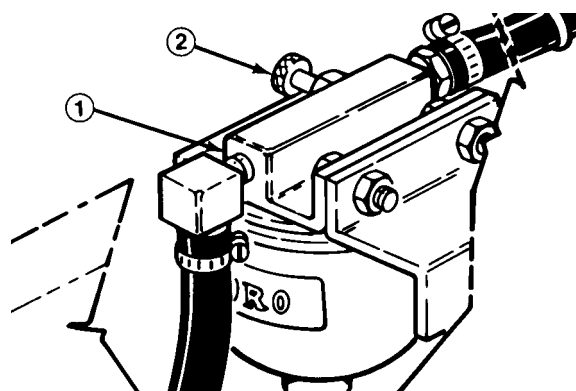

Fig. 12
2. Allentare la vite di spurgo dell'aria sopra il filtro del carburante/separatoratore d'acqua (Fig.12).